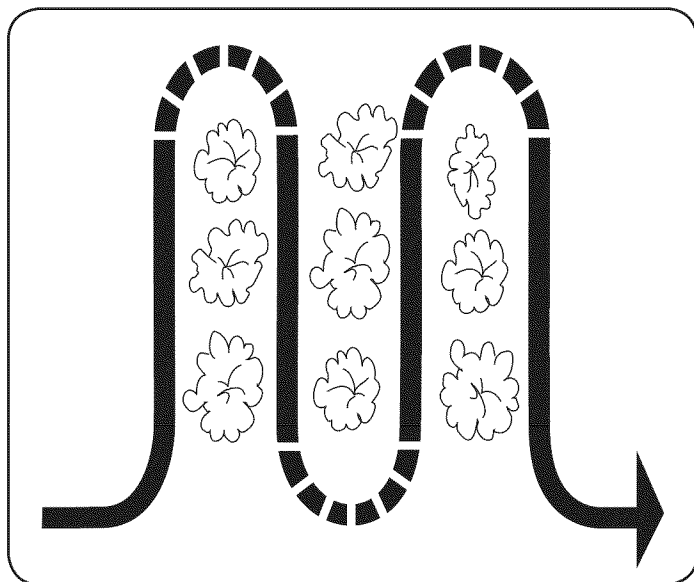

Figura 15
- Al realizar tareas de labranza (rompiendo la superficie de suelo alrededor de las plantas para destruir las malezas, vea la Figura 15), ajuste los dientes para cavar únicamente a una profundidad de 1 a 2 pulgadas. La labranza a poca profundidad ayuda a evitar lesiones a las plantas cuyas raíces a menudo crecen cerca de la superficie. Si es necesario, levante las barras de control ligeramente para evitar que los dientes caven demasiado profundo. (La labranza regular no sólo elimina malezas, sino que además afloja y airea el suelo para mejor absorción de la humedad y crecimiento más rápido de las plantas). Si se riega el área del jardín unos cuantos días antes de la labranza se facilitará esta tarea; también se contribuye permitiendo al suelo recién trabajado asentarse por uno o dos días antes de la pasada final, profunda, de la cultivadora.